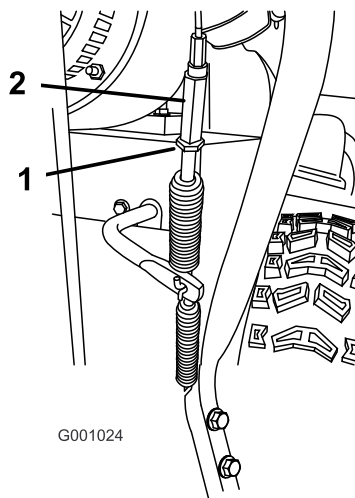

Figure 50
5. Desserrez l'écrou de blocage (Figure 50).
6. Desserrez ou serrez le tendeur de réglage de la tension du câble (Figure 50).